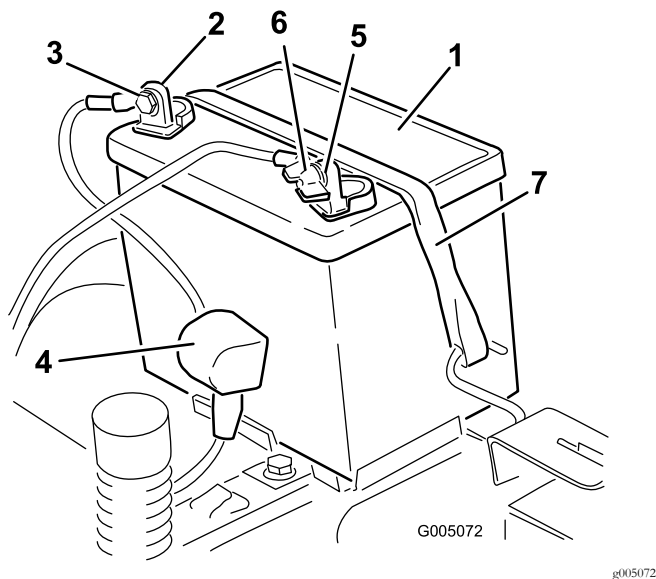

Figura 51
- Desligue o cabo negativo (preto) do pólo da bateria (Figura 51).
- Desligue o cabo positivo (vermelho) do pólo da bateria (Figura 51).
- Retire o suporte da bateria (Figura 51) e levante a bateria para a retirar da respetiva plataforma.
- Posicione a bateria no tabuleiro (Figura 51).
- Prenda a bateria ao suporte (Figura 51).